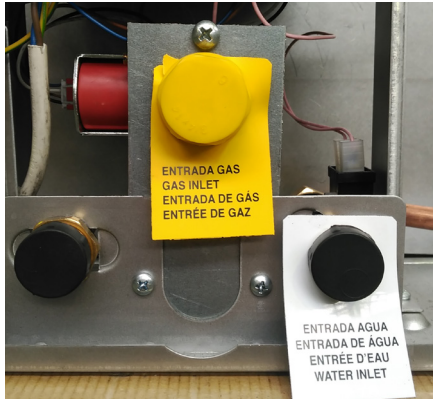

fig. 10 - Cartellini degli allacciamenti
- 7 - Rimuovere i tappi dagli attacchi dell'acqua e del gas, vedi Fig. 10, pag. 4.